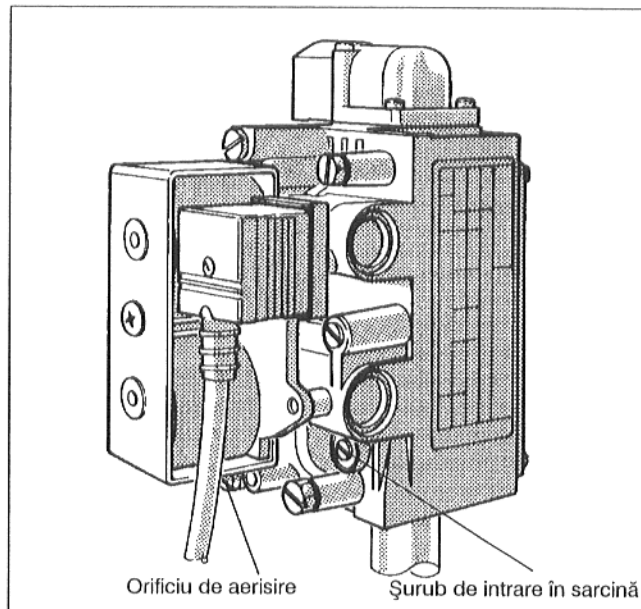

Fig. 50: Armătura arzătorului de gaz "SIT" 830 Tandem
- La "SIT" 830 Tandem: Se îndepărtează clapeta de acoperire de deasupra orificiului de aerisire (Fig. 50).
- Se fixează comutatorul de pornire în poziția I (ON).
- La circa 10 secunde de la deschiderea armăturii, sesizabilă printr-un zăngănit ușor, se citește creșterea treptată a presiunii pe manometrul pentru țeavă în formă de U și prinrotire în direcție plus sau minus a șurubului de sarcină de pornire (Fig. 50 și 51) se reglează la circa 7 mbar la gaze naturale, circa 18 mbar la gaz lichefiat.